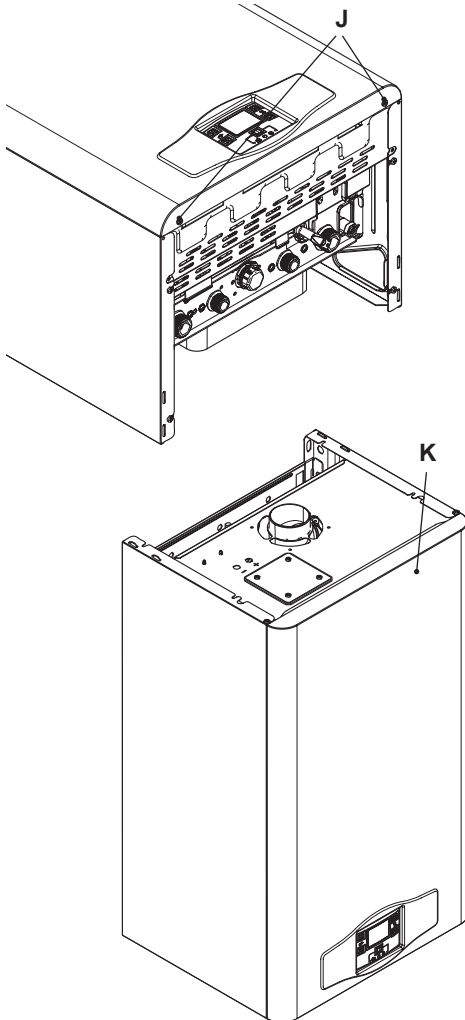

Figura 5.16
- Desenrosque los tornillos J y desmonte el panel frontal K tirando de él hacia usted y luego levantándolo para liberarlo de los alojamientos superiores Figura 5.16.